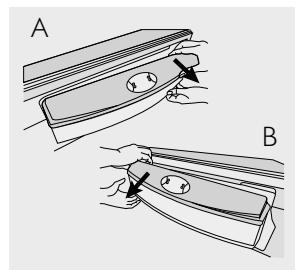

Figura 50
- Presione el lado izquierdo del tanque con suficiente fuerza hasta que encaje perfectamente (figura 50- A), luego presione el lado derecho del tanque y verifique que quede bien instalado (figura 50- B).